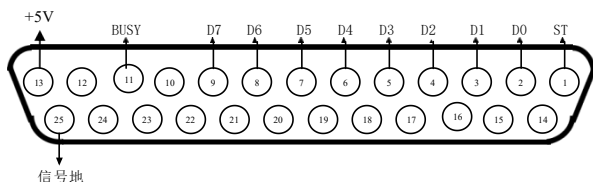

图 3-8 打印机接口
1. 并行打印机接口采用标准的 25 芯 D 型孔式插头座，其各引脚的定义见图 3-8。仪表可通过标准的并行接口打印机电缆连接打印机。第 13 脚为+5V 输出，可供给峰值电流 2A 以下的微型打印机使用。